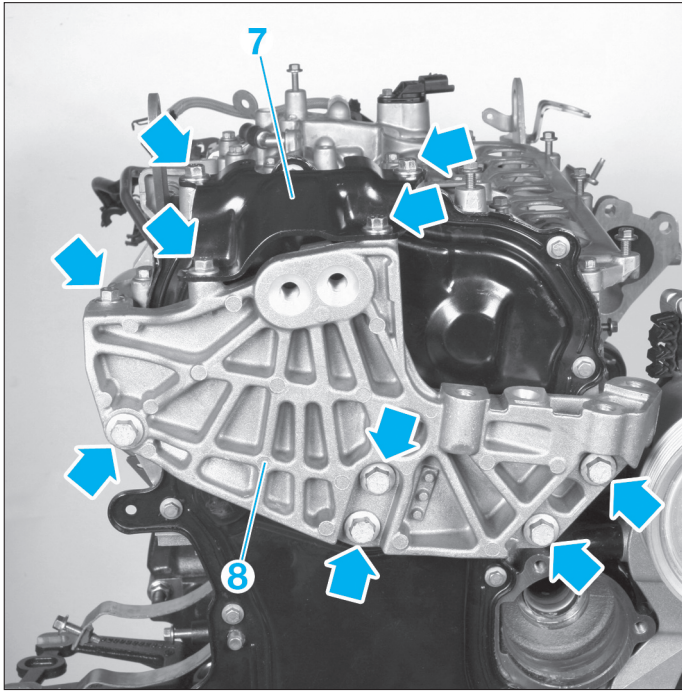

FIG. 19
- Déposer le renfort acoustique (7), puis le support moteur droit (8) (fig. 19).